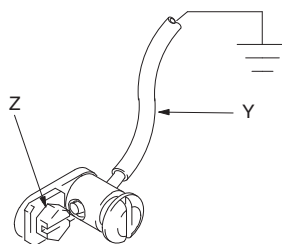

FIG. 1
**Насос:** используйте провод заземления и зажим, как показано на FIG. 1.
**Заземление насоса:** снимите винт заземления (Z) и вставьте в проушину кольцевого зажима на конце провода заземления (Y). Опять вкрутите винт заземления в насос и надежно затяните его. Другой конец провода заземления следует соединить с грунтовым заземлением. См. FIG. 1. Для заказа провода заземления и зажима закажите деталь № 222011.